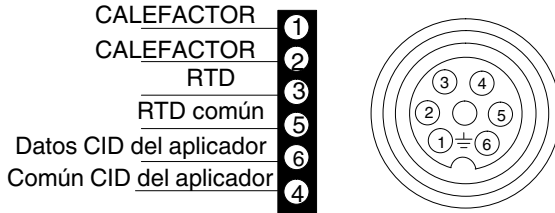

Figura 14: Posiciones de los pines de latiguillo del aplicador
3. Ver la figura 14. Comprobar la continuidad en el circuito del calefactor (pines 1 y 2):
4. Ver la figura 14. Cuando se conozca la temperatura del aplicador, medir la resistencia en el circuito del RTD (pines 3 y 5).